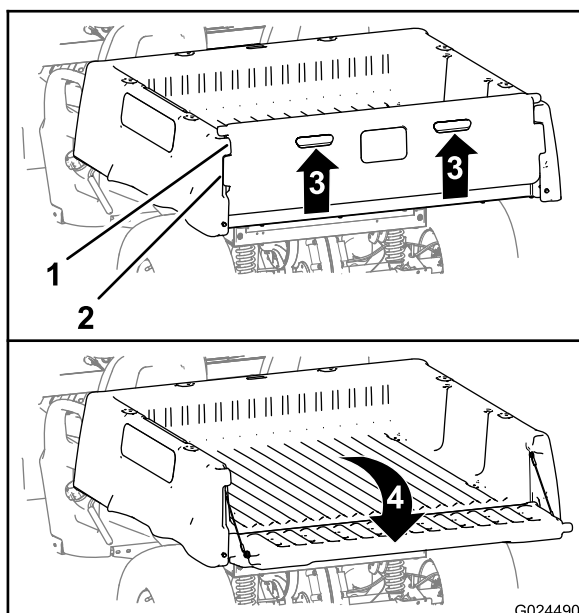

Figura 15
2. Sollevare gli elementi di spinta nel pannello posteriore della sponda (Figura 15).
3. Allineate le flange di bloccaggio della sponda alle aperture tra le flange della sponda posteriore del pianale (Figura 15).
4. Ruotate la sponda posteriore indietro e in basso (Figura 15).
6. Ruotate verso l'alto e in avanti la sponda posteriore, fino a quando le flange di bloccaggio della sponda non sono a livello della tasca della sponda nel pianale (Figura 15).
7. Abbassate la sponda fino a quando non è in sede nella parte posteriore del pianale (Figura 15).